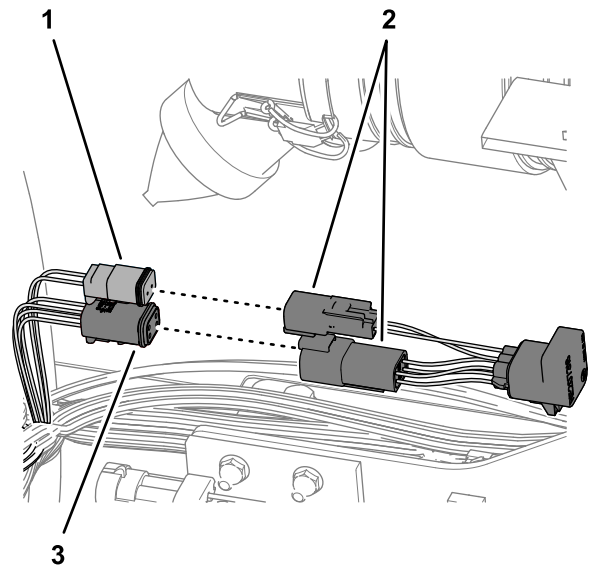

Figura 28
2. Retire los conectores de 2 y 4 pines del arnés de cables de la resistencia de terminación del conector hembra de 2 vías (alimentación conmutada) y del conector hembra de 4 vías (marcado CAN 1/ISOBUS) del arnés GeoLink (Figura 28).